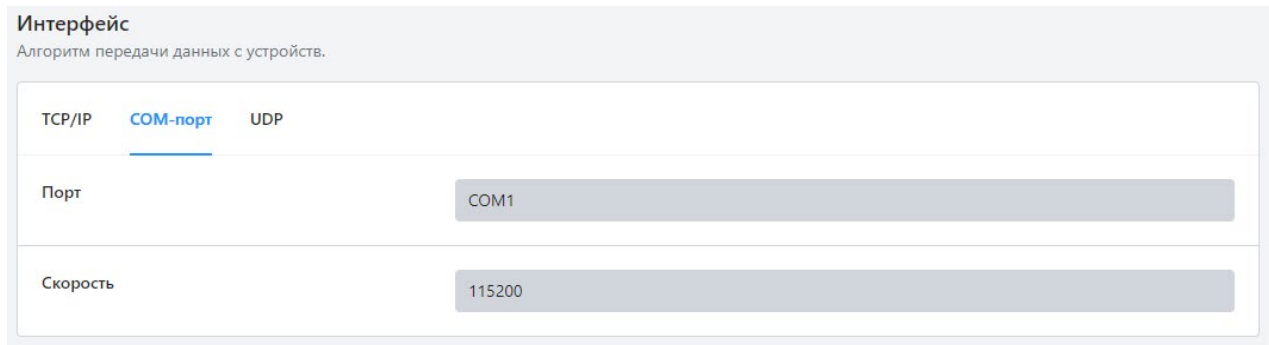

Рисунок 14 – Настройка передачи данных по COM-порту
- **COM-порт.** В открывшемся окне (Рисунок 14) укажите следующие параметры: